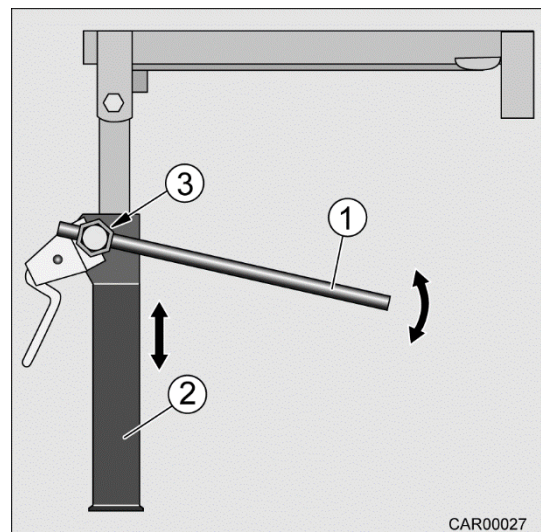

Fig. 44 Béquille arrière à manivelle s-plus
5. Placer la clé à douille (Fig. 44/1) sur l'écrou hexagonal (Fig. 44/3).
6. Déplacer la béquille arrière à manivelle (Fig. 44/2) avec la clé à douille (Fig. 44/1) vers le bas jusqu'à ce qu'elle soit complètement en contact avec le sol.
1. Placer la clé à douille (Fig. 44/1) sur l'écrou hexagonal (Fig. 44/3).
2. Déplacer la béquille arrière à manivelle (Fig. 44/2) avec la clé à douille (Fig. 44/1) vers le haut jusqu'à ce qu'elle ne touche plus le sol.
3. Enlever la clé à douille (Fig. 44/1) de l'écrou hexagonal (Fig. 44/3).